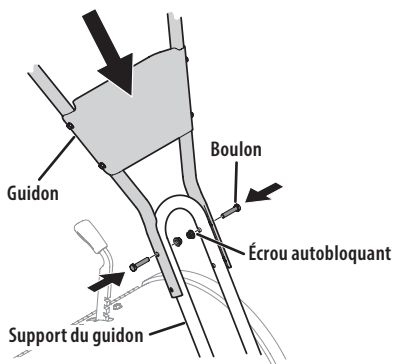

Figure 2
- À l'aide des 2 boulons et des 2 écrous autobloquants, serrez, mais pas trop, le support du guidon dans les trous supérieurs. Voir la Figure 2.